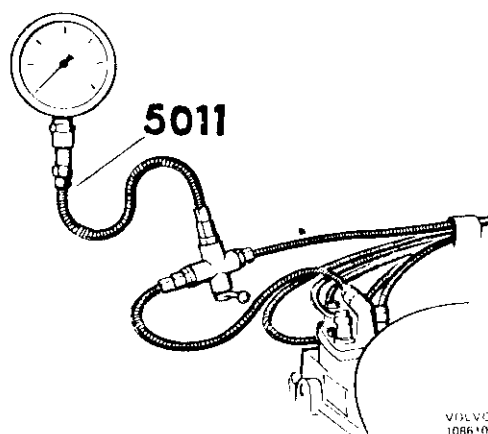

Abb. 2-51 Messung des Steuerdruckes
1. Ein Manometer (999 5011) zwischen Kraftstoff-mengenteiler und Steuerdruckregler anschließen, siehe Abb. 2-51.
2. Den Manometer-Absperrhahn in die Richtung des Kraftstoffmengenteilers drehen, siehe Abb. 2-51.